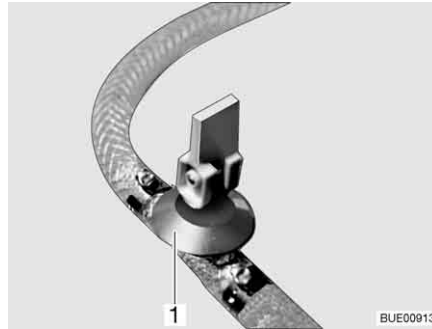

Fig. 223 Rubinetto di scarico
- Chiudere il rubinetto/i rubinetti di scarico. A questo scopo posizionare orizzontalmente la leva a bilanciere (Fig. 223,1).
- Aprire il rubinetto/i rubinetti di scarico (Fig. 223). A questo scopo posizionare verticalmente la leva a bilanciere (Fig. 223,1). Il boiler viene svuotato verso l'esterno.